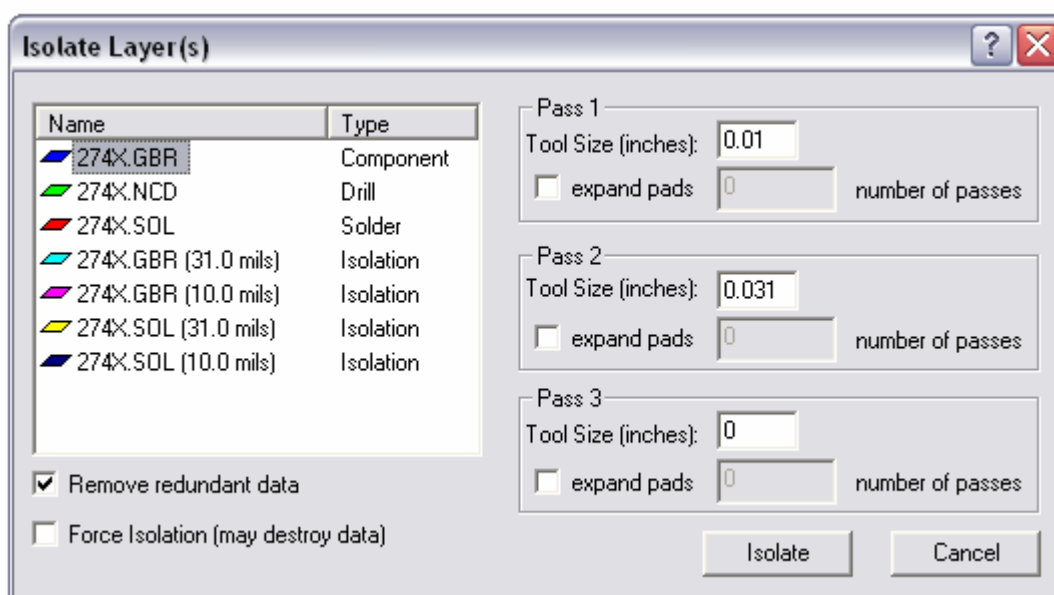

Figura 3.33. Activación del Comando Remove Redundant Data
- Paso 2:** Hacer Clic en Tools en la barra de menú y luego clic Isolate. En el cuadro de diálogo mostrado en la Figura 3.33, establecer en la casilla de Pass1 un valor de 0.010" (10 mils) y 0.031"(31 mils) para la casilla de Pass 2. Por último ingresar el valor de cero en la casilla de Pass 3, con lo cual se indica al programa que este paso no se usará.